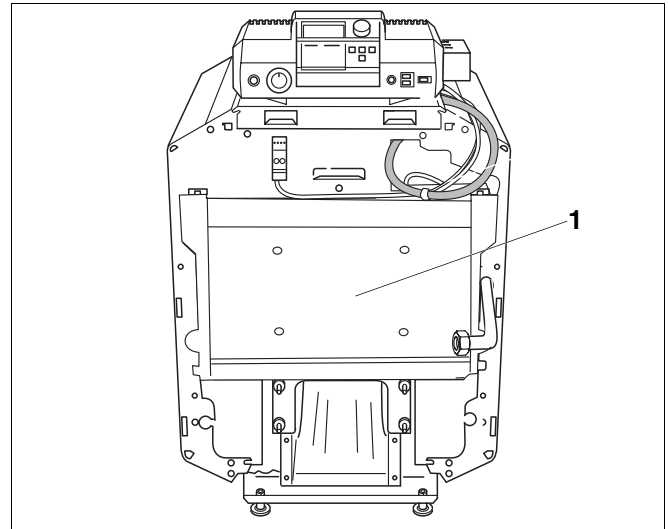

Abb. 42 Reinigungsdeckel
- Reinigungsdeckel (Abb. 42, **Pos. 1**) abschrauben.